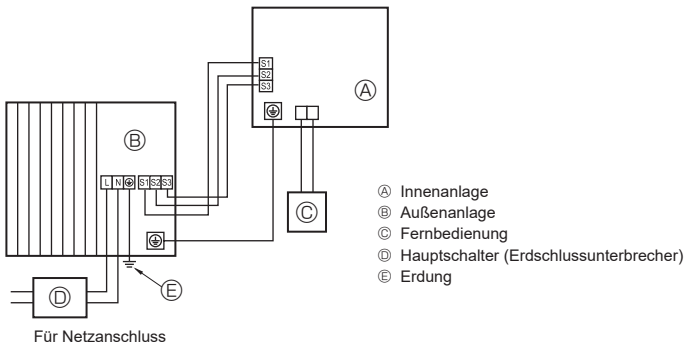
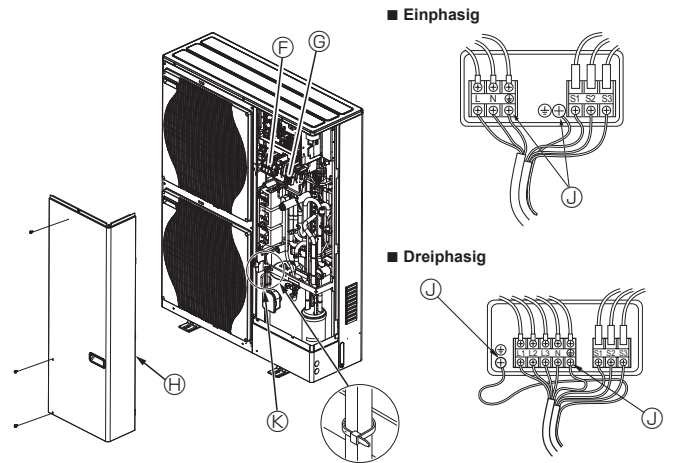

Fig. 5-1
Fig. 5-2
### 5.1. Außenanlage (Fig. 5-1, Fig. 5-2)
- ① Die Bedienungsplatte abnehmen.
- ② Die Kabel gemäß der Fig. 5-1 und der Fig. 5-2 verdrahten.